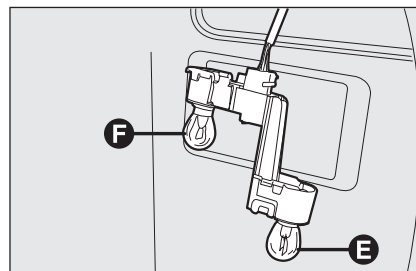

fig. 40
- rimuovere e sostituire la lampada interessata spingendola leggermente e ruotandola in senso antiorario **fig. 40**;